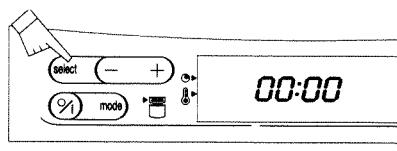
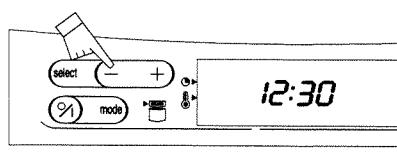

Fig. 3
Fig. 4
3. Modifique la temperatura (de 5°C en 5°C), si fuera necesario, pulsando la tecla **select** 1 vez (fig. 3) y las teclas **-** y **+** (fig. 4).
3. Modifique la temperatura (de 5°C en 5°C), si fuera necesario, pulsando la tecla  **1 vez (fig. 3)** y las teclas  **(fig. 4)**.